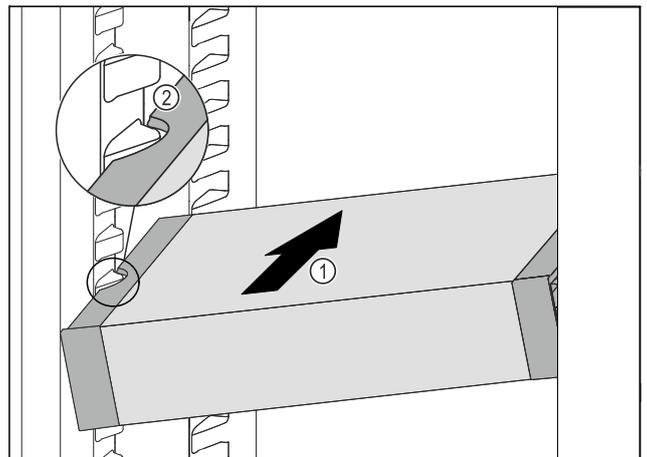

Fig. 47
- ▶ Introduzca el VarioSafe en posición oblicua en el compartimento del frigorífico Fig. 47 (1) hasta que los huecos laterales Fig. 47 (2) del VarioSafe se encuentren a la altura de la nervadura del recipiente en el compartimento frigorífico.